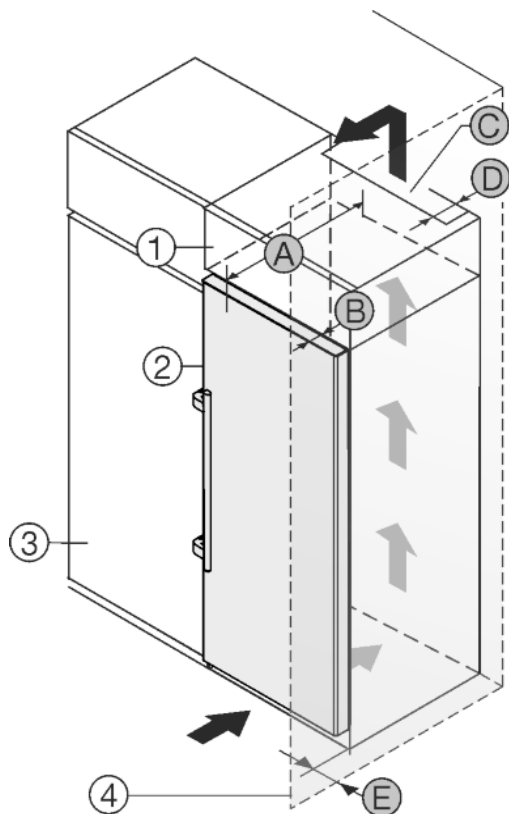

Fig. 9
Het apparaat kan in keukenkasten worden ingebouwd. Om het apparaat *Fig. 9 (2)* aan de hoogte van het keukenblok aan te passen, kan boven het apparaat een opzetkast *Fig. 9 (1)* worden aangebracht.
Het apparaat kan direct naast de keukenkast *Fig. 9 (3)* worden geplaatst. Om de deuren volledig te kunnen openen, moet het apparaat overeenkomstig de diepte *Fig. 9 (B)* t.o.v. het keukenkastfront uitsteken. Afhankelijk van de diepte van de keukenkast en het gebruik van de wandafstandhouders kan het apparaat verder uitsteken.
- Aan de achterzijde van de opzetkast moet een luchtafvoerkanaal met de diepte *Fig. 9 (D)* over de volledige breedte van de opzetkast aanwezig zijn.
- Onder het plafond moet de ventilatiedoorsnede *Fig. 9 (C)* worden aangehouden.
Wanneer het apparaat met de scharnieren naast een wand *Fig. 9 (4)* wordt geplaatst, moet de afstand *Fig. 9 (E)* tussen apparaat en wand worden aangehouden. Dit komt overeen met de uitsteekmaat van de handgreep bij geopende deur.